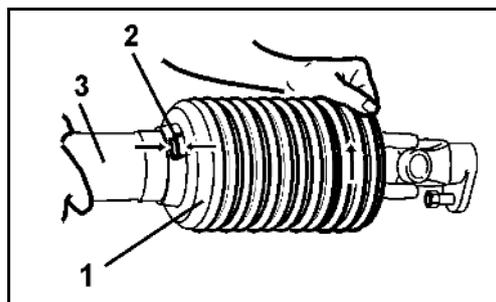

Fig. 50
2. Dévissez la vis d'arrêt (Fig. 50/1) du bol de protection.